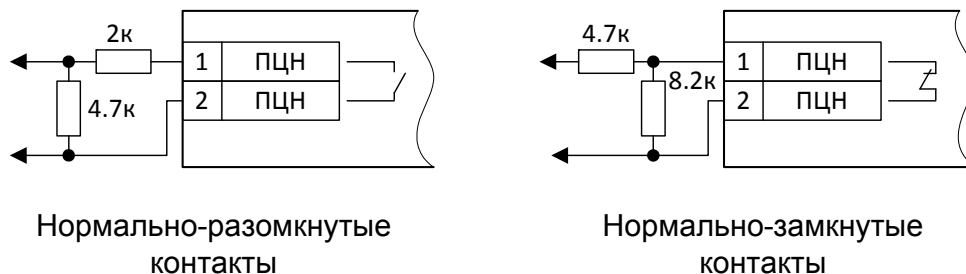

Рисунок 6. Схемы включения релейных выходов ППКП/ППКОП в ШС
- а) К клеммам «+ШС1-»...«+ШС4-» подключить шлейфы сигнализации с включёнными в них релейными выходами ППКП/ППКОП (рис. 6). Если ШС не используется, то к соответствующим клеммам необходимо подключить оконечный резистор из комплекта поставки.